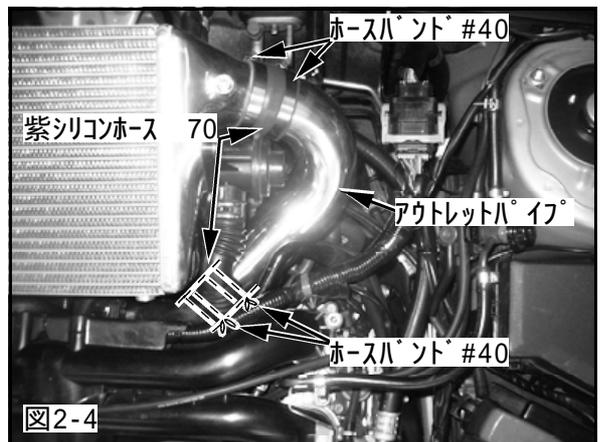

図2-4
- (4) アウトレットパイプを配管してください。(図2-4)